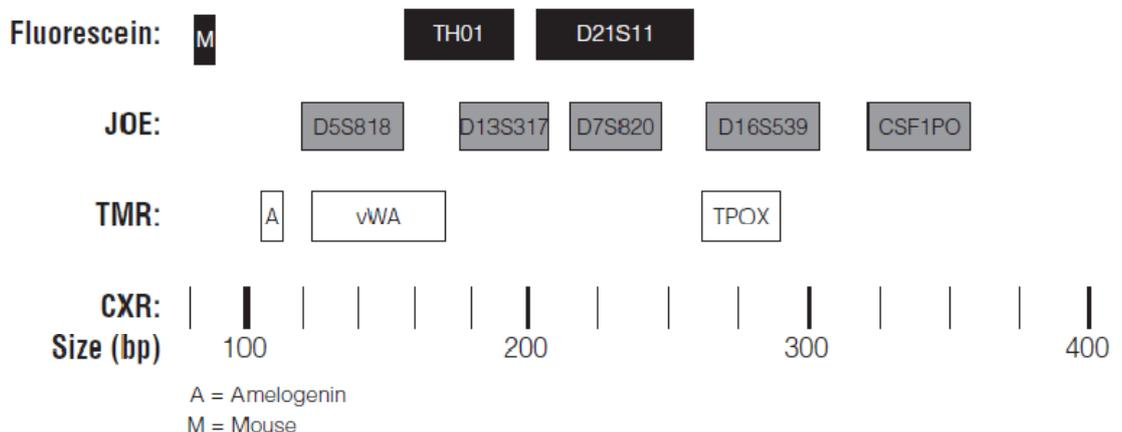

图 1. StemElite™ ID 系统的等位基因范围。
-二氯-2',7'-二甲氧基荧光素标签 (JOE)。这十一个基因座位在单个 PCR 管里同时被扩增，并且使用单次毛细管电泳进行分析。图 1 显示了 StemElite™ ID 系统中每个基因座位的等位基因分子量大小范围。